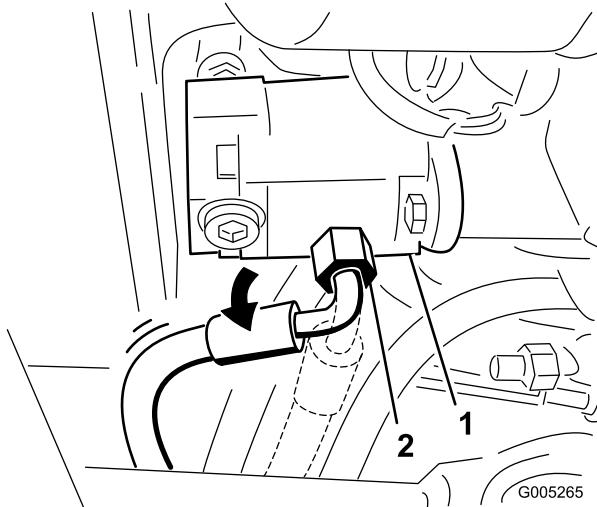

Figura 84
37. Allentate il raccordo del flessibile della pressione nella pompa e ruotate il raccordo di 45 gradi verso la parte posteriore della macchina (Figura 84).
Nota: Figura 84 rappresenta la veduta da sotto il trattorino.